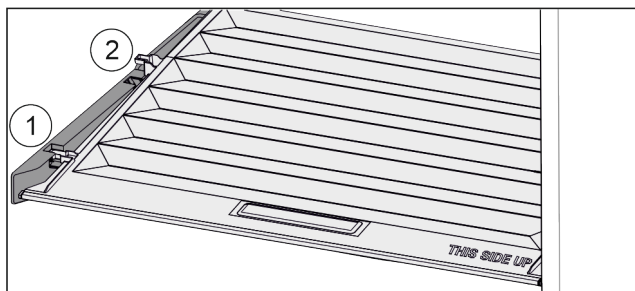

Fig. 25
- ▶ Deksel tot de opening in de vasthouddelen naar voren trekken Fig. 25 (1).
- ▶ Aan de achterkant vanaf de onderkant omhoog tillen en vanaf de bovenkant verwijderen Fig. 25 (2).